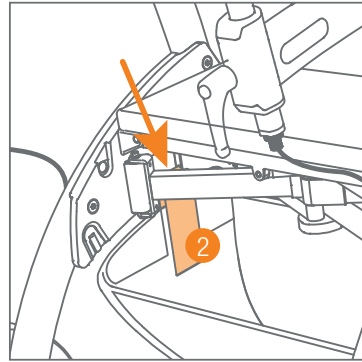

Figura 4: Fijación de las tiras de velcro.
- Pasa un lazo ancho por el hueco de la placa lateral de plástico, desde el exterior hacia el interior. Asegure el lazo con el cierre de velcro en el interior de la bolsa de equipaje. Haz lo mismo en el otro lado. (**Figura 4**).